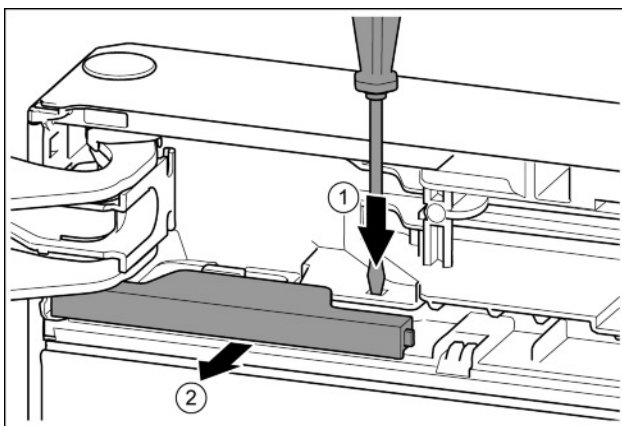

Fig. 8
- u Pousser la languette avec un tournevis plat. Fig. 8 (1)
- u Sortir le cache de l'encliquetage. Fig. 8 (2)